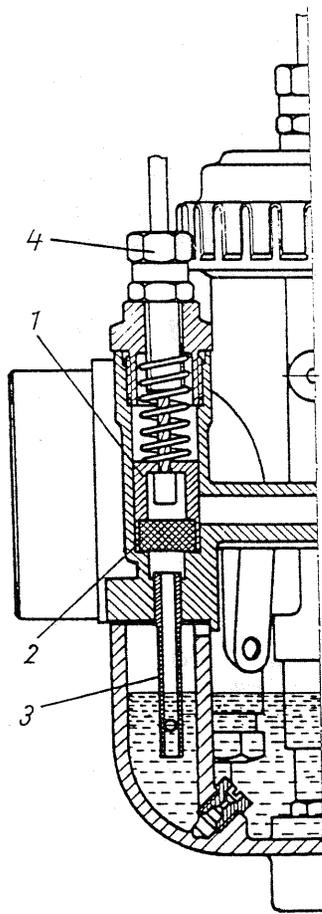
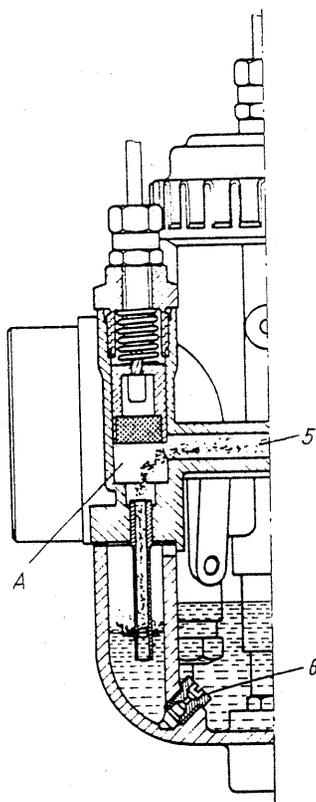

Fig. 115. Piston de démarrage fermé (position de marche)
Fig. 117. Piston de démarrage soulevé (départ à froid)
Le dispositif de démarrage est représenté à la fig. 115 (position de marche, levier de starter au guidon s'appuie vers l'avant contre la butée) et à la fig. 117 (départ à froid, levier du starter au guidon est tiré vers le motocycliste). Dans la position de marche du levier de starter au guidon, le joint d'étanchéité (2) au piston de démarrage (1) doit complètement obturer le tube à mélange de démarrage (3).
En plaçant le levier de starter au guidon dans la position de départ à froid (levier tiré vers le motocycliste), le piston de démarrage est soulevé avec le joint d'étanchéité d'où résulte la libération de l'orifice supérieur du tube à mélange de démarrage (A à la fig. 117).
Pendant le démarrage du moteur, le carburant se trouvant dans le tube à mélange de démarrage est aspiré vers le haut et ensuite conduit à travers le canal à mélange de démarrage ayant en même temps la fonction d'un canal à circulation d'air de ralenti dans le carburateur 30 N 3-1 (5 à la fig. 117) qui débouche dans le canal d'admission après le clapet des gaz.
L'orifice inférieur du tube à mélange de démarrage débouche dans une chambre séparée, puits de démarrage, n'ayant une communication avec la chambre du flotteur central que par le gicleur de départ (8 à la fig. 117).